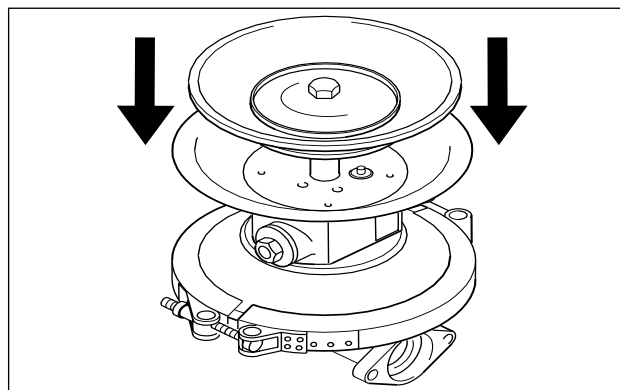
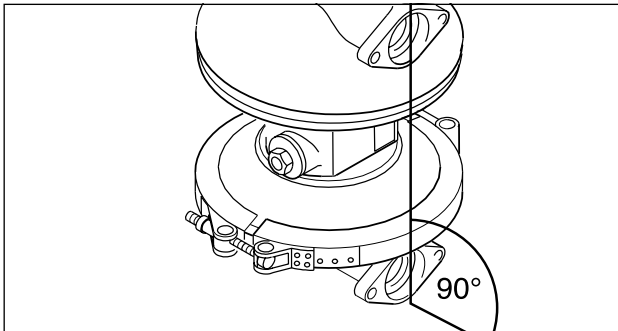

Рис. 15: Монтаж второй насосной камеры
Рис. 7: Выравнивание насосных камер
- Сборка насосной камеры: Монтаж диафрагмы, фиксация винтами внешней тарелки диафрагмы в соответствии с «Моменты затяжки» Раздел 11. Насосные камеры должны принципиально монтироваться у диафрагмы, находящейся у места всасывания (вдавить тарелку диафрагмы в воздушную камеру) (рис. 15). Затяните стяжной хомут или монтажный фланец. Аналогично смонтируйте вторую диафрагму. Фланцевые поверхности корпуса насоса должны находиться на одной прямой (рис. 7).